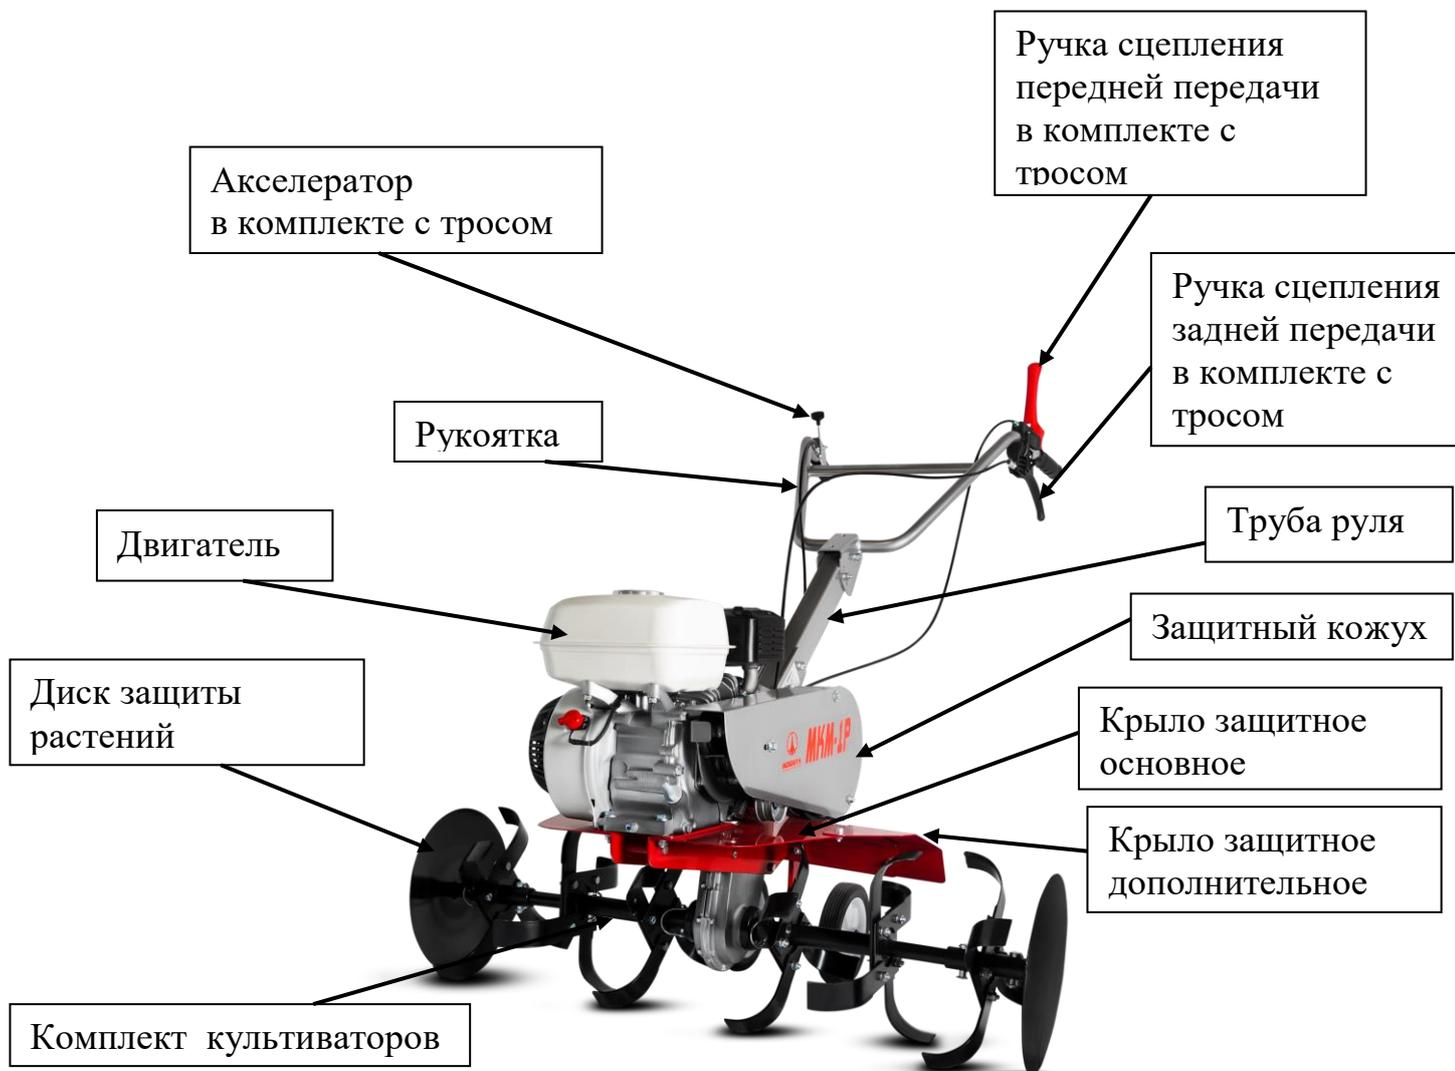

Рис.1 Мотокультиватор МКМ-1Р
- 7.11. Проверить натяжение ремней. Для чего снять защитный кожух клинового ремня. Для передней передачи зазор между верхней и нижней ветвями ремня, в натянутом состоянии должен быть 50-60 мм, Рис.6. При необходимости установить контрольный размер 50-60 мм - регулировочным винтом на ручке сцепления Рис.8, предварительно открутив контргайку. Выкручивая винт регулировки троса сцепления зазор между верхней и нижней ветвями уменьшается, закручивая винт регулировки троса сцепления зазор между верхней и нижней ветвями увеличивается. После регулировки контргайку закрутите. В случае пробуксовки ремня задней передачи мотокультиватора произвести натяжение ремня посредством регулировочного винта ручки сцепления задней передачи в той же последовательности, что и для ручки сцепления передней передачи. При невозможности установки контрольного размера регулировочными винтами, регулировку произвести перемещением двигателя по пазам рамы МКМ-1Р, Рис.1, Рис.6.